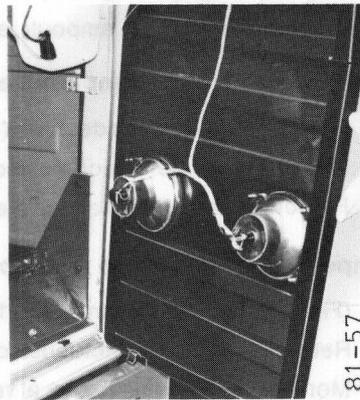

Fig. 37
- 1 – Déposer la grille de calandre et débrancher les câbles de batterie (fig. 37).